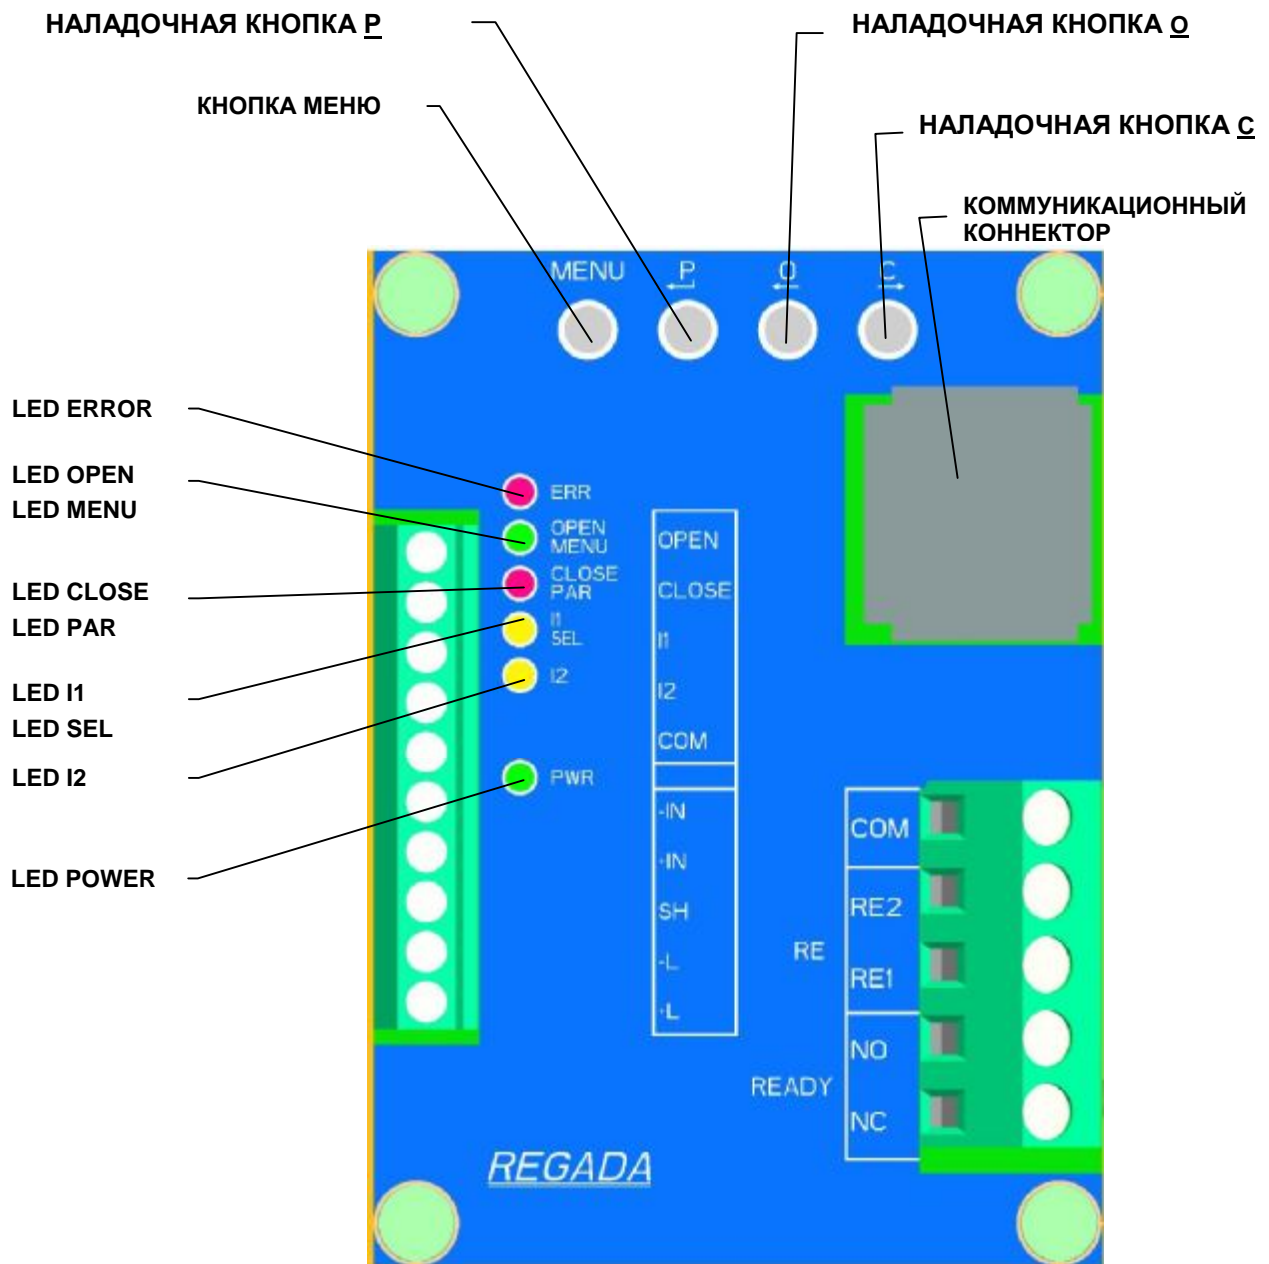

Рис. 6
Установка осуществляется на механически и электрически присоединенном ЭП. Данная глава описывает настройку ЭП на параметры, которые заказчику позволяет программная оснастка. Размещение элементов настройки доски управления указано на **Рис.6**.
- через кнопки блока управления (**Рис.6**)
- 6 сигнальными диодами (LED диоды) по **Рис. 6**